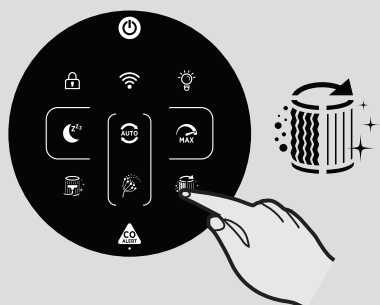

Fig. 13
**VARSLINGSFUNKSJON FOR FILTERERSTATNING [Fig. 13]:**